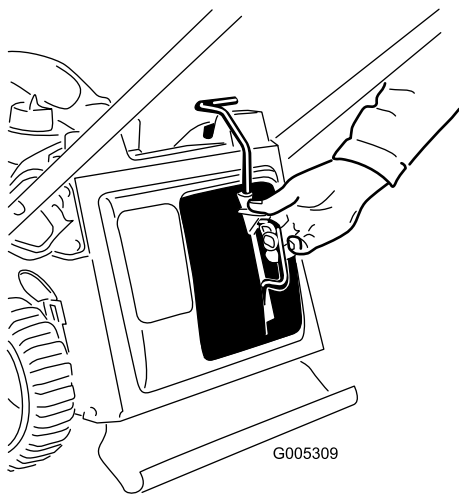

Figura 26
1. Togliete il tappo mulching (Figura 26).